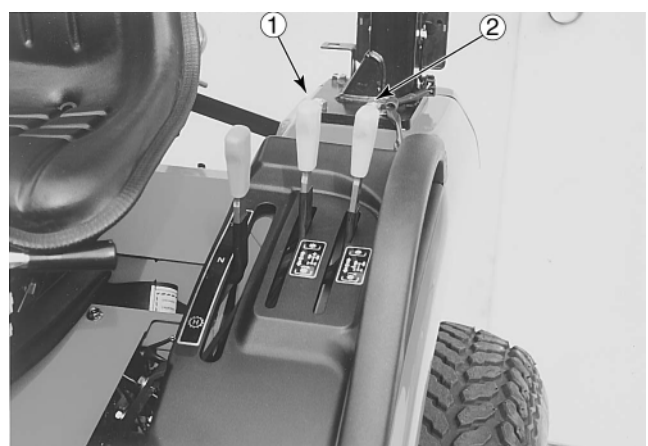

図26 PTOコントロールレバー、
リアPTOとミッドPTO(装備されている場合)操作レバーを、図26に示します。一方はリアPTOを起動し、解除し、他方はミッドPTO(装備されている場合)を作動します。エンジン作動状態で、レバーを動かす前に、必ずクラッチペダルを踏み込んでください。リアPTOまたはミッドPTOを起動するには、レバーを引きます。解除するには、レバーを前方に動かします。
- P T O 操作レバーで P T O を解除します ( 図 26 ) 。
3. クラッチペダルをいっばいに踏み込み、P T O 操作レバー ( 図 26 ) を手前にき、P T O を起動します。